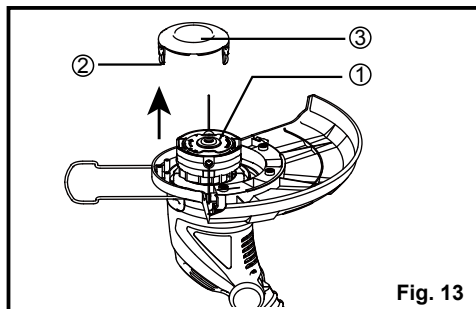

Fig. 13
- Para sacar el carrete ①, suelte las pestañas de pulgar ② y saque la cubierta del carrete ③ de la carcasa, luego saque el carrete vacío (Fig. 13).